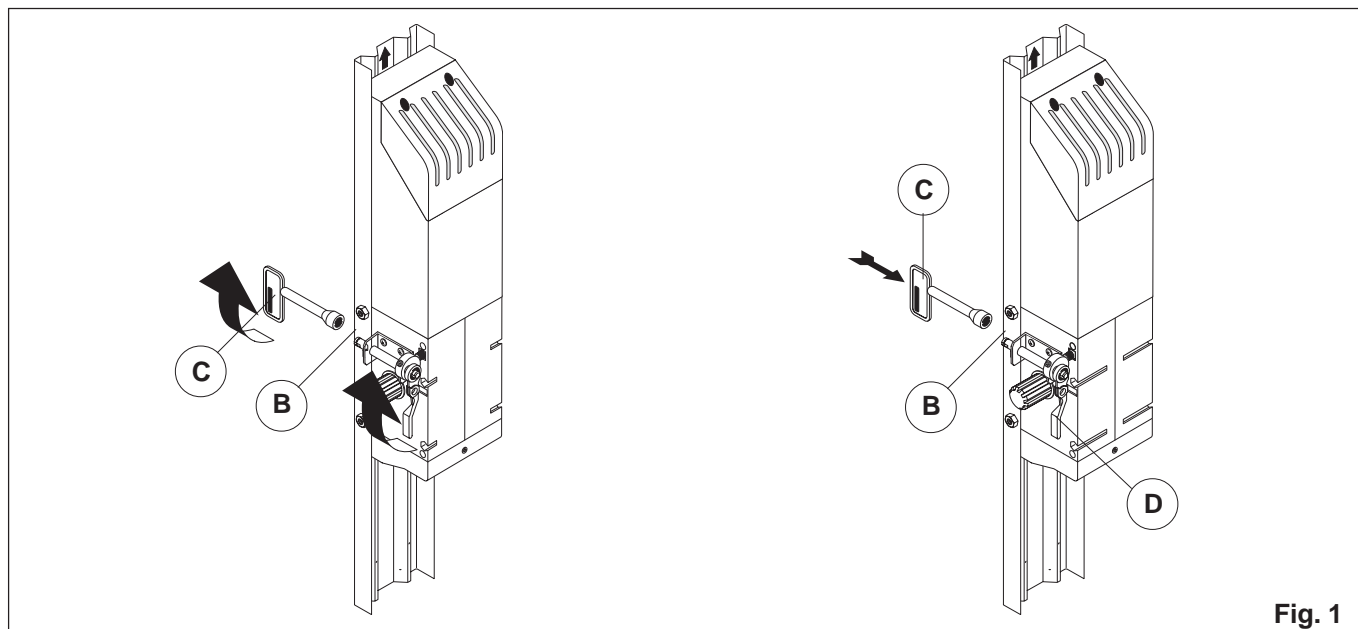

Fig. 1
- Si l'on désire déverrouiller le moteur de l'extérieur avec la clé fournie [C] (fig. 1 de la notice), percer (Ø 13) la porte basculante en face de l'axe de déverrouillage [B].